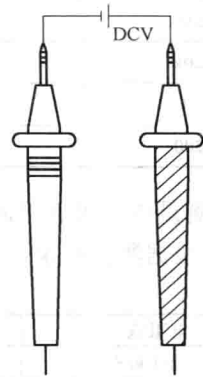

图 1-14 测量电压示意图
3) 打开可调式直流电源, 用万用表直接测量电源输出, 红表笔接电源正极, 黑表笔接电源负极, 如图 1-14 所示。在电源输出指示分别为 1.0、2.0、5.0、10.0 时, 在每个量程分别测试, 并将结果填入表 1-5 中。